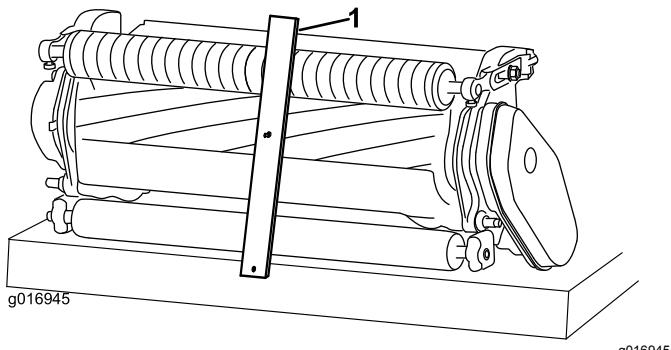

Figura 11
3. Prenda a cabeça do parafuso à extremidade cortante da lâmina de corte e apoie a extremidade traseira da barra na traseira do rolo (Figura 11).